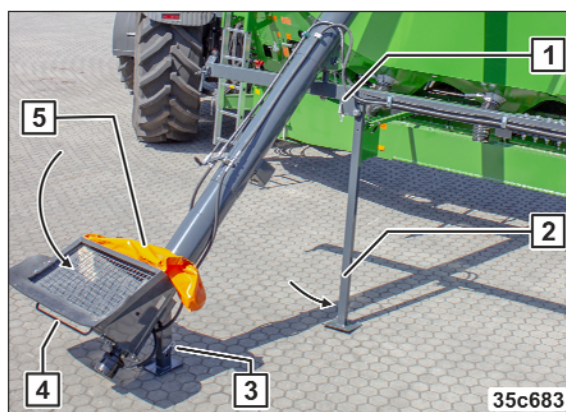

Bild 246
4. Lossa förreglingen (Bild 246/1).
5. Sväng ner stödfoten (Bild 246/2) och lås den.
6. Sväng ner stödfoten (Bild 246/3) och lås den.
7. Sväng påfyllningsskruven via handtaget (Bild 246/4) till arbetspositionen.
8. Öppna trattväven (Bild 246/5).
13. Stäng trattväven (se Bild 246/5).
14. Sväng upp stödfoten (Bild 246/2) och lås den.
15. Sväng upp stödfoten (Bild 246/3) och lås den.